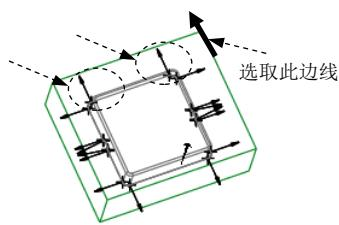
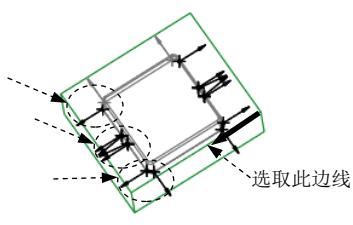

图 3.7 定义延伸点集（一）
图 3.8 定义延伸点集（二）
(1) 在“裙边曲面”对话框中双击 Extension (延伸) 元素，系统弹出“延伸控制”对话框，在该对话框中选择“延伸方向”选项卡。
(2) 定义延伸点集 1。
① 在“延伸方向”选项卡中单击 **添加** 按钮，系统弹出 **▼ GEN PNT SEL (一般点选取)** 菜单和“选择”对话框，同时提示 **选择曲线端点和/或边界的其他点来设置方向。**；按住 Ctrl 键，在模型中选取图 3.7 的两个点，然后单击“选择”对话框中的 **确定** 按钮；再在 **▼ GEN PNT SEL (一般点选取)** 菜单中选择 **Done (完成)** 命令。
② 在 **▼ GEN SEL DIR (一般选择方向)** 菜单中选择 **Crv/Edg/Axis (曲线/边/轴)** 命令，然后选取图 3.7 所示的边线；(或单击 **Flip (反向)** 按钮) 将方向箭头调整为图 3.7 所示的方向，接受箭头方向为延伸方向，选择 **Okay (确定)** 命令。
(3) 定义延伸点集 2。
① 在“延伸控制”对话框中单击 **添加** 按钮；在 **选择曲线端点和/或边界的其他点来设置方向。** 的提示下，按住 Ctrl 键，选取图 3.8 所示的六个点，然后单击“选择”对话框中的 **确定** 按钮；在 **▼ GEN PNT SEL (一般点选取)** 菜单中选择 **Done (完成)** 命令。
② 在系统弹出的 **▼ GEN SEL DIR (一般选择方向)** 菜单中选择 **Crv/Edg/Axis (曲线/边/轴)** 命令，然后选取图 3.8 所示的边线；调整延伸方向，如图 3.8 所示，然后选择 **Okay (确定)** 命令。